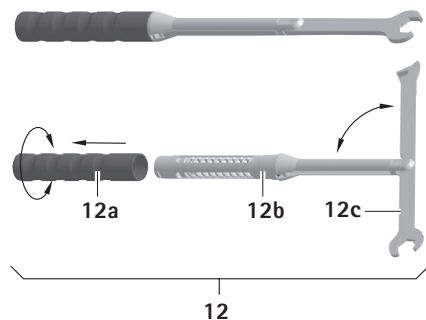

Fig. 3
- Retirer et dévisser le manche **12a** en tournant dans le sens inverse de la flèche, voir Fig. 3.